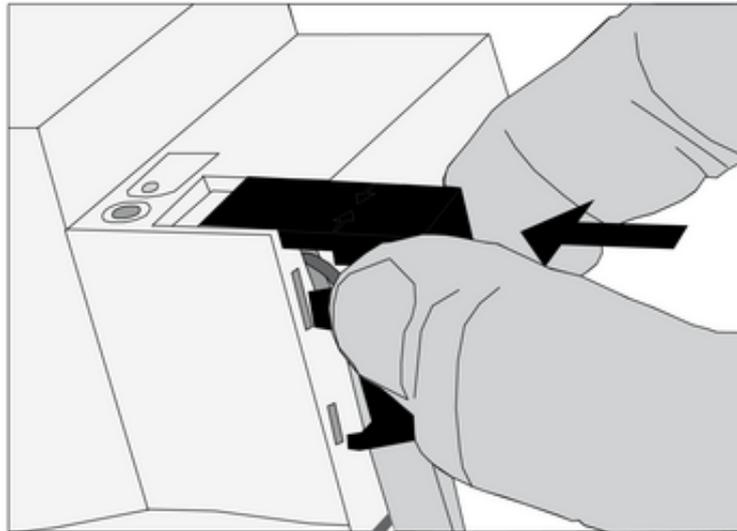

Рисунок 9: Установка защитной крышки
- Вставить защитную крышку поверх клеммы шины и зафиксировать со щелчком (рисунок 9).